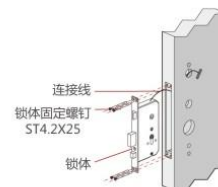

图10
- 8-2 如图10，将锁体装入开好的槽内，注意避免颠倒上下位置同时将锁体连接线穿出门外一侧的孔。用螺钉固定锁体。